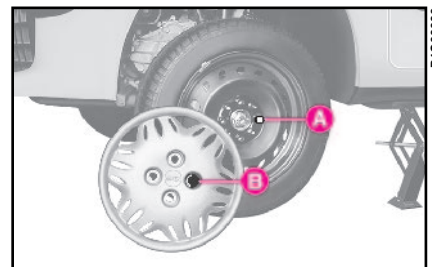

fig. 6
7) Quite el embellecedor después de haber aflojado los tres tornillos de fijación y por último, afloje el cuarto tornillo **A**-fig. 6 y saque la rueda.
2) Monte la rueda normal, introduciendo el primer tornillo **A**-fig. 6 en el orificio más cercano a la válvula de inflado.